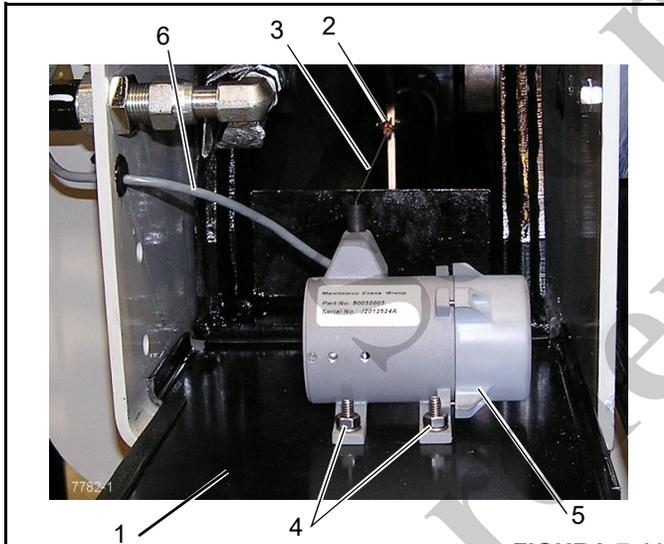

FIGURA 7-11
2. Retire la tornillería que asegura la placa de cubierta del estabilizador (1, Figura 7-11) y quite la placa de cubierta.
3. Retire el conector de potenciómetro en serie del OMS (2) del punto de conexión en la viga del estabilizador.
**NOTA:** Para impedir daño al potenciómetro en serie del OMS, no permita que el cable (3) se retraiga libremente.
4. Desconecte el conector del cable eléctrico (6) y asegure para evitar daño.
5. Retire completamente la tornillería de montaje (4) del potenciómetro en serie.
6. Retire el potenciómetro en serie del OMS (5) de la placa de cubierta de estabilizador.